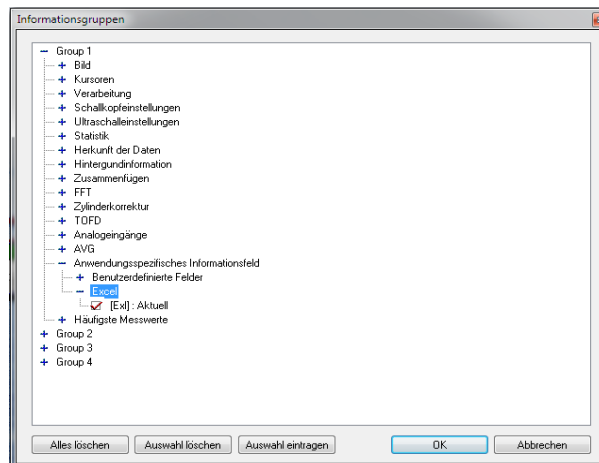

Abbildung 10-15 Auswahl des aus Excel importierten Messwerts
- b) Erweitern Sie im Dialogfeld **Informationsgruppen** die **Group 3** und wählen Sie **[ExIS*(m-r): Aktuelle Scan-Größe** aus und klicken Sie dann auf **OK** (siehe Abbildung 10-15 auf Seite 481).